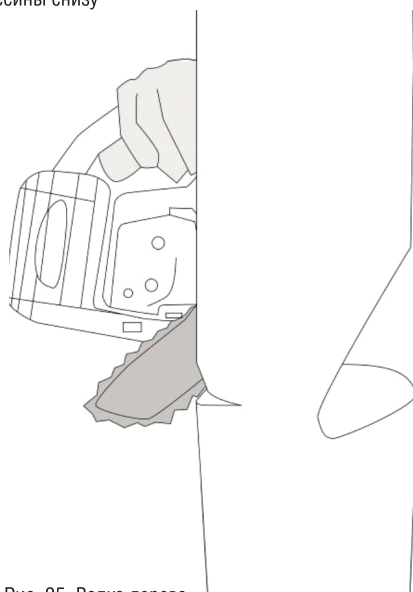

Рис. 25. Валка дерева
5. Выберите направление для валки дерева. С этой стороны сделайте клиновидный пропил высотой не более 10 см. Затем сделайте горизонтальный пропил на противоположной стороне дерева. Не пропиливайте дерево до конца, оставьте середину, это позволит вам управлять падением дерева (рис. 25).